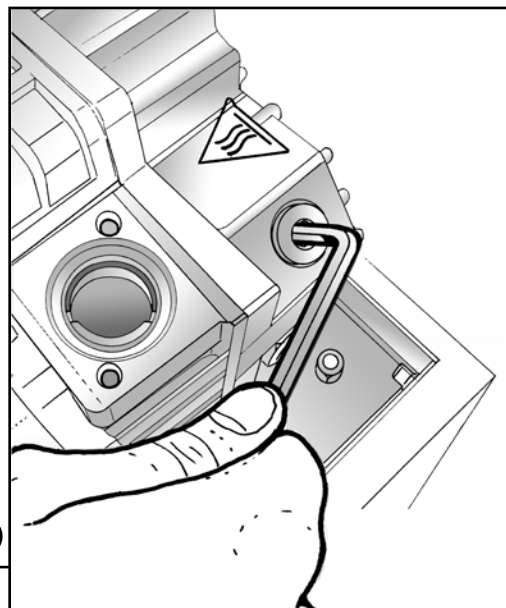

Fig. 13
- 7) Dévisser le bouchon de remplissage de l'huile à l'aide d'une clé Allen dans la partie supérieure de la pompe (**Fig. 13**).